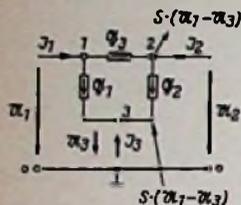

Bild 13. Allgemeine Methode zur Bestimmung der Vierpolkonstanten
Der Übergang ist aber leicht zu bewerkstelligen. Beispiel: GB-Schaltung. Punkt 1 mit 0 verbunden (Bild 13). Die zwischen Katode (3) und Gitter (Erde) (1) wirksame Spannung heißt hier U_3 , in Bild 11 dagegen U_1 . Der zum Katodenanschlußpunkt fließende Strom heißt in Bild 13 I_3 , in Bild 11 dagegen I_1 .
Elektroden gegen einen Punkt 0 eine bestimmte Spannung besitzen. Im Bild 13 ist dieser Zustand dargestellt. Die steuernde Spannung ist wieder $U_g = U_1 - U_3$ und damit die Einstromung $S \cdot (U_1 - U_3)$. Für die drei Knotenpunkte (1, 2 und 3) werden nun die Gleichungen aufgestellt: